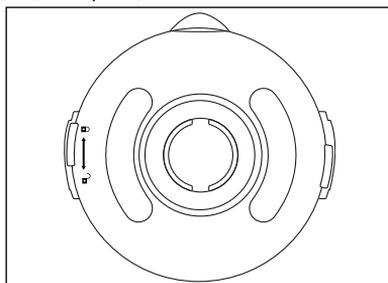

Fig. 2
- 3) Hæld ingredienserne i blenderkanden ③.
- 4) Sæt låget ② forskudt på blenderkanden ③ igen. Luk låget ② ved at dreje det med uret til position , indtil det klikker hørbart på plads (se fig. 2).